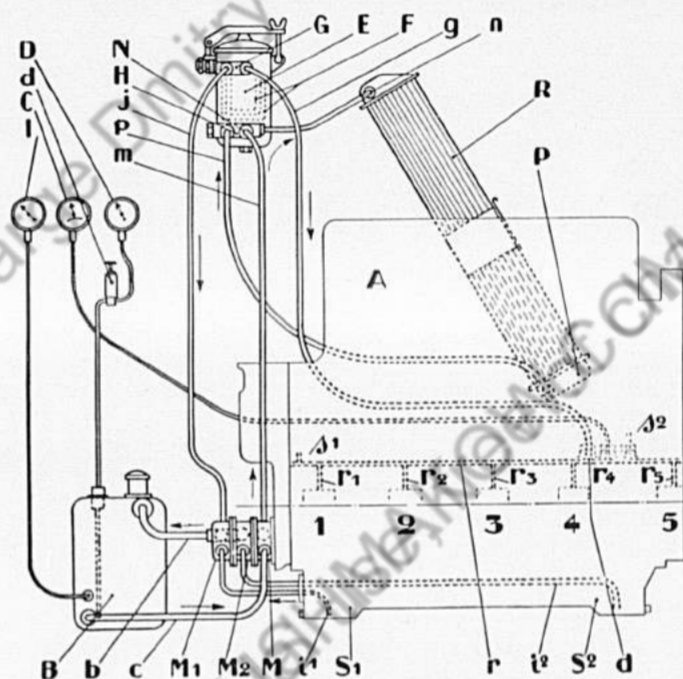

Bild 14. Ölkühler
1. Für Pz. Apfw. mit Fahrgestell-Nr. 1 bis 250 (Bild 14 u. 15).
Bild 14 a. Ölstromlauf.